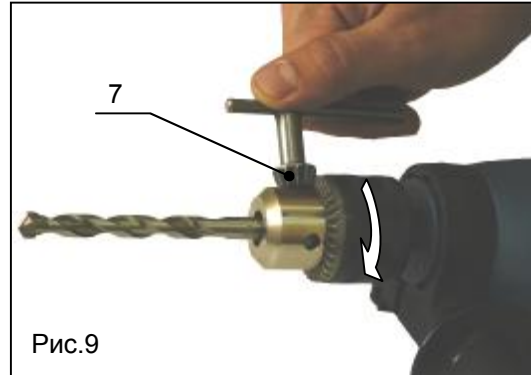

Рис.9
3. Вставьте сверло или насадку в патрон и прочно закрепите его, держа переднюю часть патрона и, вращая заднюю часть, в направлении по часовой стрелке. После того, как сверло зажалось, необходимо подтянуть патрон с помощью специального ключа (поз.7, рис.9). Для затяжки вращайте ключ по часовой стрелке, для ослабления – против часовой стрелки.